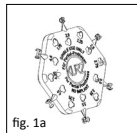

fig. 1a
■ **fig. 1a, 1b/2** Le Sizer Disk (fig. 1a, 1b) pour prothèses partielles est doté de six gabarits de différentes longueurs (2-4,5 mm) disposés en satellites sur son pourtour. La longueur est indiquée sur la face arrière de chaque gabarit (fig. 2). Les encoches et les trous réduisent le poids du gabarit et permettent de mieux voir l'intérieur de l'oreille pendant la mesure.